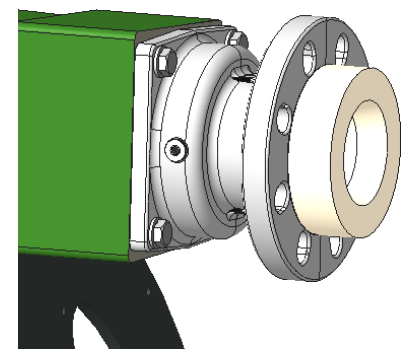

Abbildung 15: - Mit Einsatz montiert
3. Entfernen Sie die Konterflansch(e) - siehe Abbildung 15.